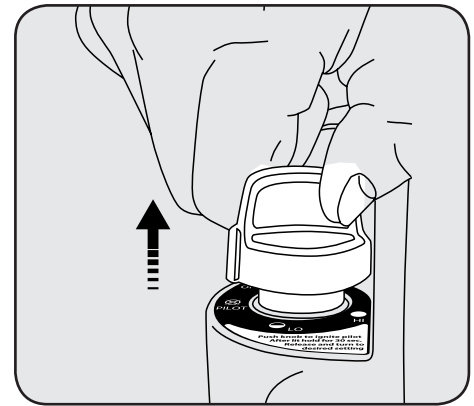

Figure 4
6. Une fois que la veilleuse est allumée, maintenez-la enfoncée pendant 30 à 60 secondes, puis relâchez le bouton. Le bouton devrait revenir en position complètement étendue. Voir la figure 4.
8. Une fois la veilleuse allumée, maintenez-la enfoncée pendant 30 à 60 secondes, puis relâchez le bouton. Le bouton devrait revenir en position complètement étendue. Voir la figure 4. Le pilote doit rester allumé.